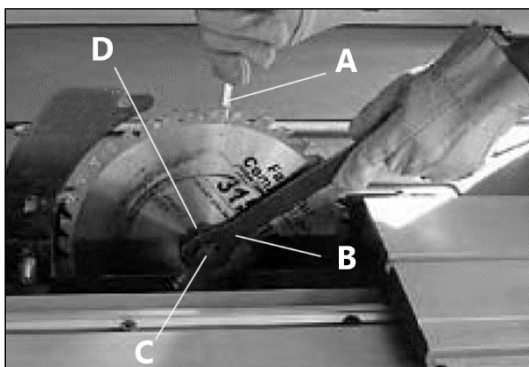

Рисунок 16.
- вставьте стопорный штифт **A** (рис. 16) в специальное отверстие внутреннего фланца пильного диска;